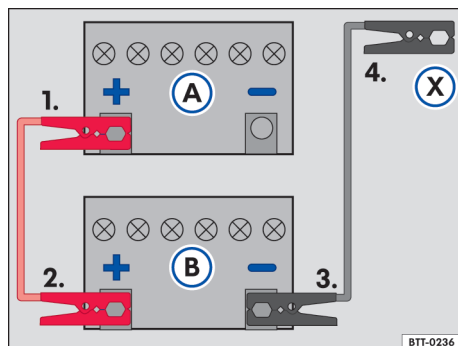

Fig. 135 Esquema para a conexão dos cabos auxiliares de partida: bateria do veículo descarregada (A) e bateria do veículo fornecedora de corrente (B).
Legenda para → Fig. 135:
- Conectar uma extremidade do cabo auxiliar de partida *vermelho* ao polo positivo → Fig. 135 ④ do veículo com a bateria do veículo descarregada ③ → ⚠.
- Conectar a outra extremidade do cabo auxiliar de partida *vermelho* ao polo positivo ④ da bateria do veículo fornecedora de corrente ⑤.
- Conectar uma extremidade do cabo de auxílio na partida *preto* ao polo negativo ⑥ da bateria do veículo fornecedora de corrente ⑤.
- Conectar a outra extremidade do cabo auxiliar de partida *preto* ⑦ no veículo com a bateria do veículo descarregada em uma peça maciça de metal aparafusada firmemente ao bloco do motor ou no próprio bloco do motor - porém não nas proximidades da bateria ③ → ⚠.